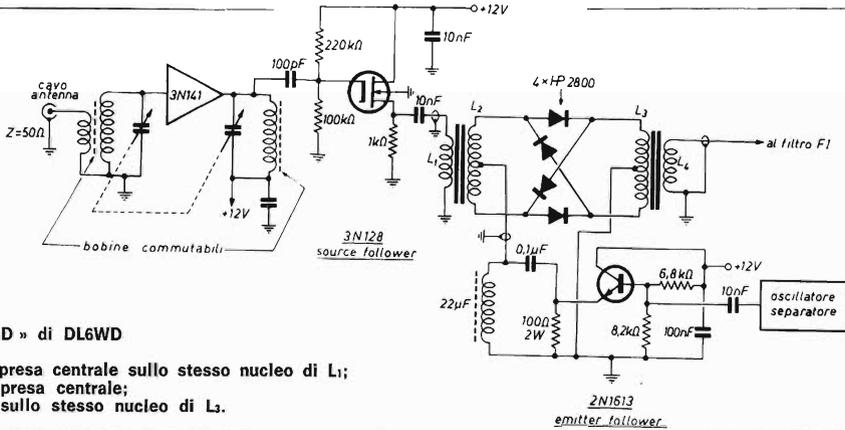

figura 3
**DL6WD** ha dato un esempio di integrale applicazione del modulatore bilanciato in un sofisticato ricevitore, di cui in figura 3 riportiamo il solo « front end »: i circuiti accordati d'ingresso e di uscita dell'amplificatore RF con 3N141 hanno bobine intercambiabili per le varie gamme, non fanno parte del comando di sintonia principale, il quale agisce invece solo sui circuiti risonanti dell'oscillatore.
— mescolatore figura 3:
$L_4$ , che nel mescolatore di figura 3 ha più spire, si realizza cominciando come  $L_1$  e poi continuando a spire affiancate, quando B e C sono finite, avendo queste ultime meno spire.